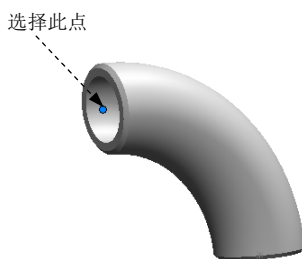

图 11.4.25 定义线路点
Step2. 定义线路点。选取图 11.4.25 所示的草图点来定义线路点。